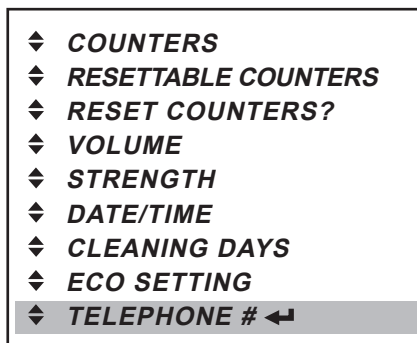

Fig. 40
- Press the enter button ↵ to access the «TELEPHONE #» menu (fig. 40).